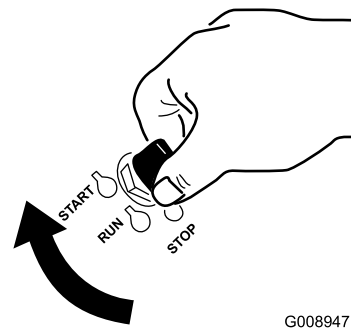

Figure 20
6. Tournez la clé de contact à la position de démarrage (Figure 20). Relâchez la clé quand le moteur démarre.